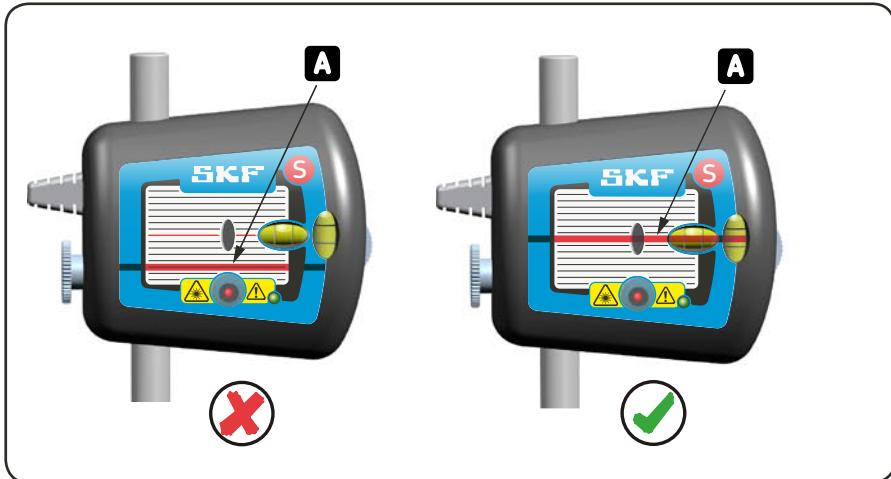

Abb. 11. Laserstrahlpositionierung
- b) Richten Sie die Laserstrahlen so aus, dass diese jeweils in die Mitte der gegenüberliegenden Zielscheibe treffen. (Abb. 11).